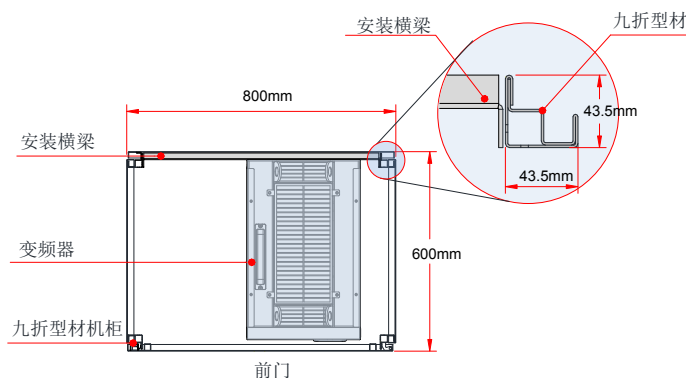

图 3-15 MD500ET200G(-L)~MD500ET450G(-L) 机柜俯视图示意图
1	在九折型材机内安装好变频器固定用的安装横梁（如图 3-15）。
- 1、建议机柜柜体采用九折型材机柜（PS 机柜），九折型材截面如放大图如图 3-15 所示；